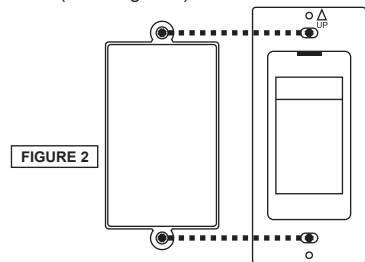

FIGURE 2
2. Entrez les fils dans la boîte de jonction et fixez la commande dans la boîte en utilisant les deux vis fournies (voir la figure 2).